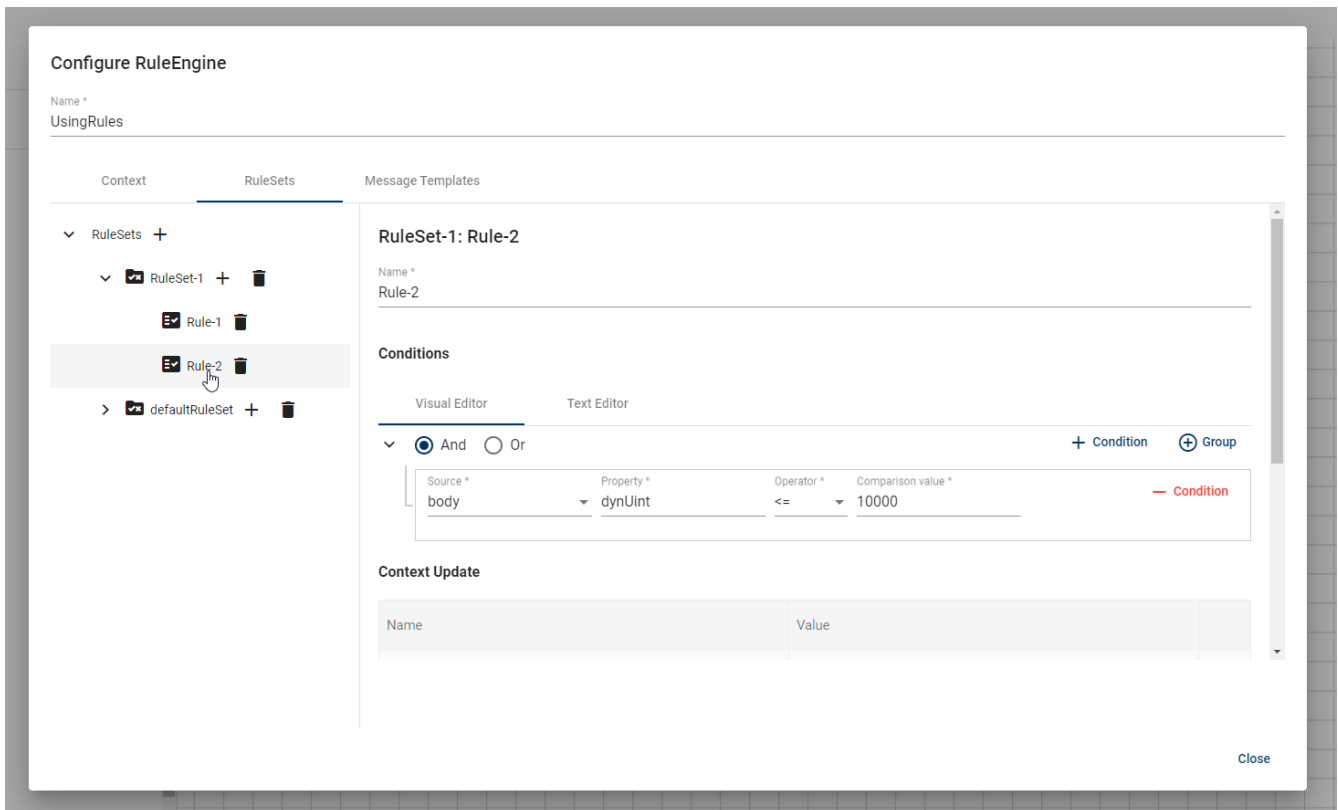

Abbildung 71. Ruleset-1 Rule-2 Conditions ausgefüllt
- Rule Set-1- → Add Rule → Rule-2 erstellt (Abbildung 71)